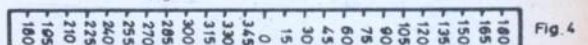

Fig. 4
marginile sale să coincidă cu noul Ecuator. După ce se marchează pe ea diviziunile 0 și 180, banda se rulează de pe glob iar spațiul cuprins între aceste repere se împarte în diviziuni egale de cite 5; 10; 15 sau 20 grade (vezi fig. 4). Apoi, banda astfel gradată se rulează din nou pe glob iar diviziunile respective se «transcriu» pe noul Ecuator al acestuia. Forma finală a globului modificat este prezentată în fig. 5. Determinarea distanței se face rotînd globul astfel încît marginea gradată a alidadei să se suprapună peste punctul corespunzător stației corespondente (B) și citind distanța respectivă în dreptul acestuia. Azimutul se citește pe scara azimuturilor, în locul în care aceasta este intersectată de marginea gradată a alidadei (vezi fig. 6).